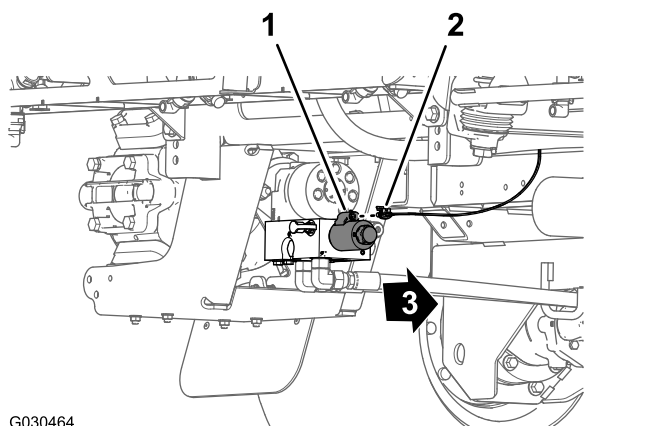

图 27
6. 在机器后部——打药泵的内侧将后主线束的 2 插槽接头与泵继电器的 2 针接头断开图 27。